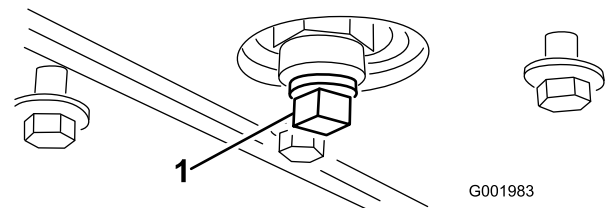

Figura 47
5. Retire el tapón de vaciado (Figura 47).